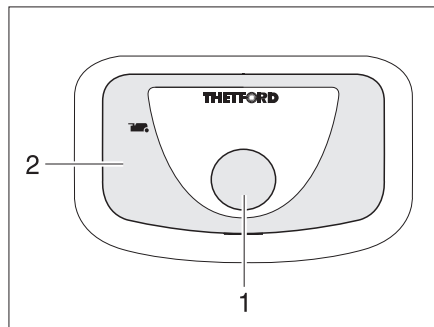

Bild 354 Spülknopf/Kontroll-Leuchte Thetford-Toilette
- Zum Spülen den blauen Spülknopf (Bild 354,1) drücken.
Die Kontroll-Leuchte (Bild 354,2) leuchtet, wenn die Thetford-Kassette entleert werden muss.
- Den Schieberhebel (Bild 354,1) im Uhrzeigersinn schieben. Der Schieber wird geschlossen. Zum Entleeren **muss** in der Thetford-Toilette der Schieber geschlossen sein.